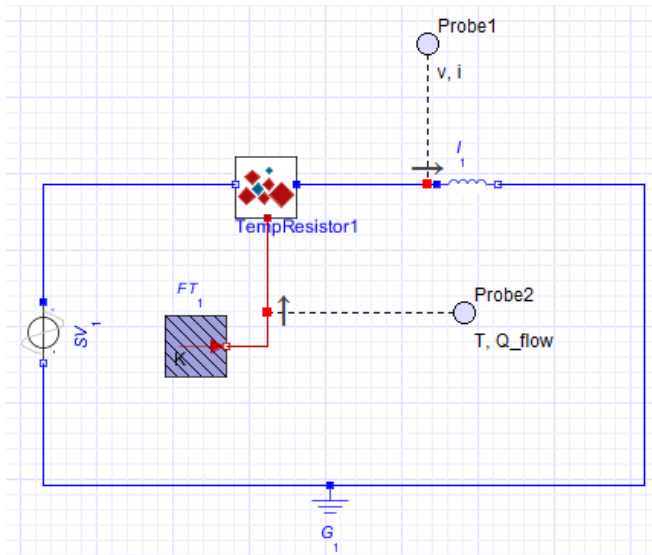

図6.4 温度依存抵抗
18. 表6.1「温度依存抵抗コンポーネント」で指定されたコンポーネントおよび設定で、図6.4「温度依存抵抗」に表示されたモデルを作成します。